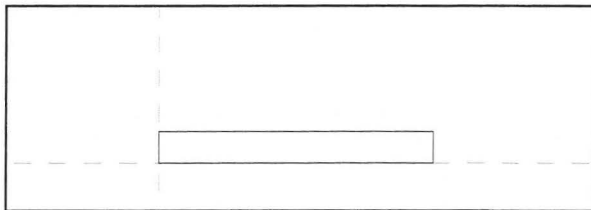

Fig. 15.74. Optegn først fugen som her, 108 x 12.667 mm.
- Optegn først fugen som på Fig. 15.74, i en bredde på 108 mm og en højde på 12.667 mm, så det kommer til at passe med murmål, når murstenene bliver sat sammen.